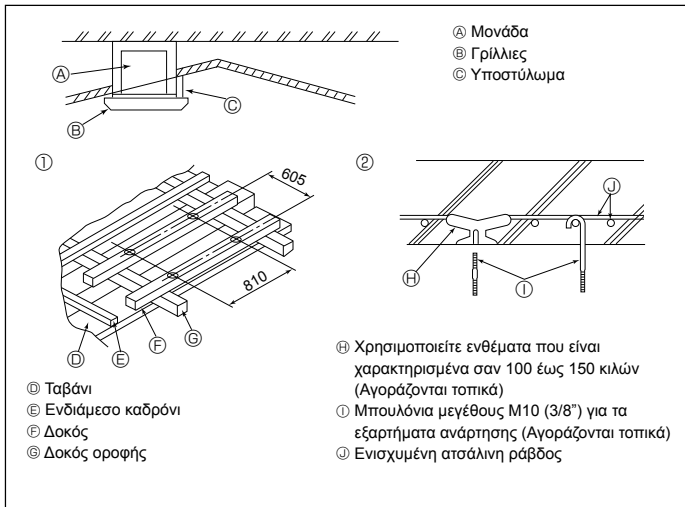

Fig. 3-5
3.5. Υποδομή ανάρτησης (Το μέρος του ταβανιού όπου θ'αναρτηθεί η μονάδα πρέπει να έχει ισχυρή υποδομή) (Fig. 3-5)